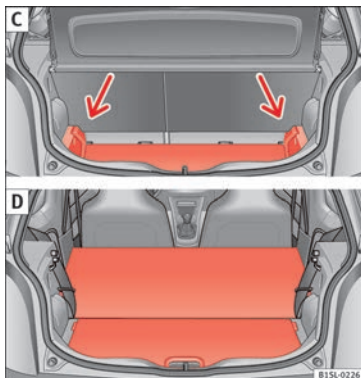

Fig. 139 C: ampliar el maletero hacia abajo.
- Levante el suelo del maletero y empújelo hacia abajo en la guía » **fig. 139 C** (flechas).